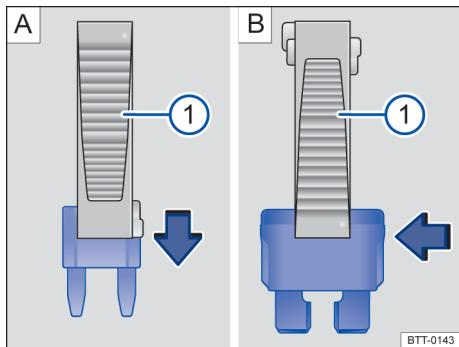

Fig. 160 Remover ou instalar um fusível usando a garra da pinça de plástico ①.
- Se necessário, tirar a pinça de plástico da cobertura da caixa de fusíveis → Fig. 160 ①.
- No caso de fusíveis pequenos, encaixar o clipe ① por cima → Fig. 160 [A].
- No caso de fusíveis maiores, posicionar o clipe ① lateralmente sobre o fusível → Fig. 160 [B].
- Caso o fusível esteja queimado, substituir o fusível por um novo da mesma intensidade (mesma cor e inscrição) e do mesmo tamanho → ①.